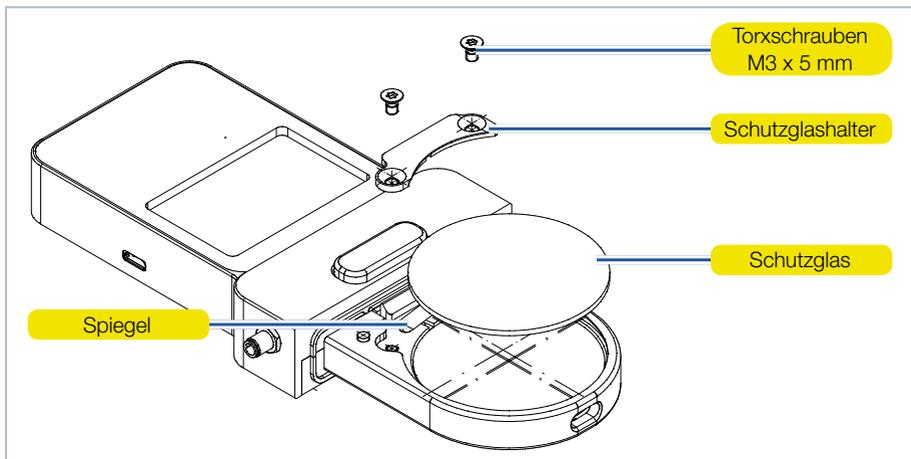

Abb. 16.2: Schutzglas der PMC-YW wechseln
3. Legen Sie das Gerät gemäß der Abb. 16.2 auf Seite 42 ab und nehmen Sie den Schutzglashalter vorsichtig nach oben ab.
6. Setzen Sie den Schutzglashalter gemäß der Abb. 16.2 auf Seite 42 auf.